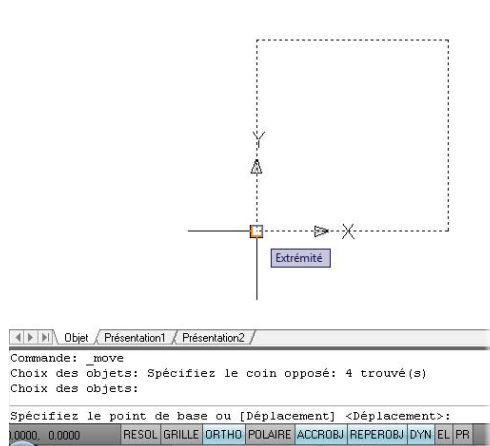

Figure 2.69
8. Spécifiez un point de base de déplacement (voir Figure 2.69).